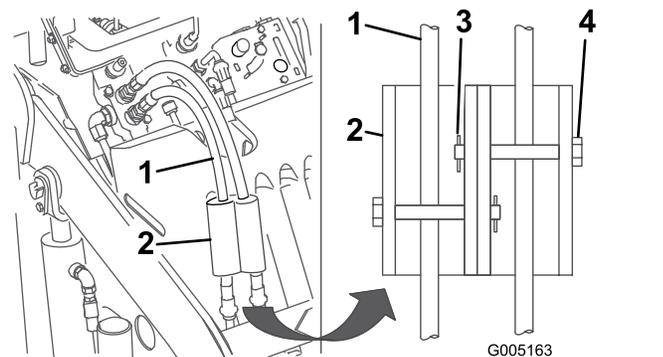

図 21
7. シリンダロックを油圧ホースに取り付けて、クレビスピンとコッターピンで固定する 図 21。